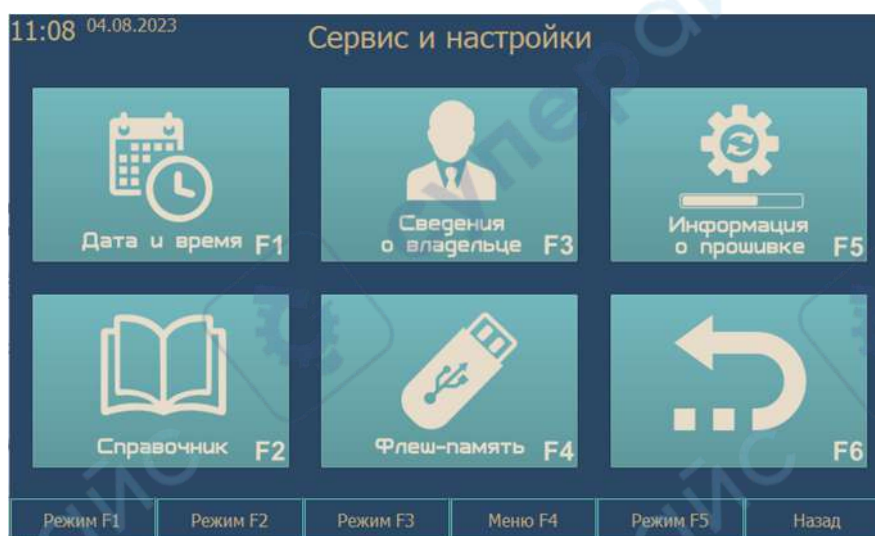

Рис. 6. Меню «Сервис и настройки»
2.6.1. Доступ к сервисным функциям и режимам осуществляется через пункт «Настройки» основного меню. Внешний вид содержимого меню «Сервис и настройки» представлен на рис. 6.